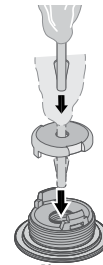

Figure 8 : Poussez l'axe d'ancrage par le haut. Tirez sur la tête jusqu'à ce que le crochet à ailettes s'accroche en place.
12. Déposez le couvercle de l'adaptateur du coude, puis poussez l'axe d'ancrage par le haut. Par la partie inférieure du couvercle de l'adaptateur du coude, tirez la tête de l'axe d'ancrage jusqu'à ce que le crochet à ailettes s'accroche en place. Reposez le couvercle de l'adaptateur du coude. Voir la Figure 8.